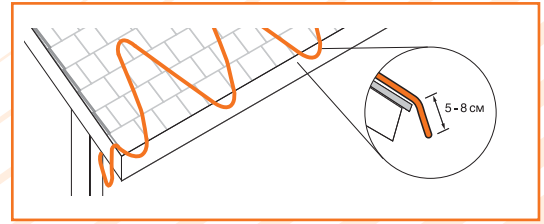

Рис.3.10 Укладка кабеля по схеме «капающая петля»
- Внешние воронки и лотки стока необходимо тщательно обогревать. Нагревательный кабель должен "капающей" петлей выступать на лотке стока, чтобы не препятствовать выходу талой воды с плоской кровли. Более подробно см. рис. 3.10
- по схеме «капающая» петля рис.3.10.